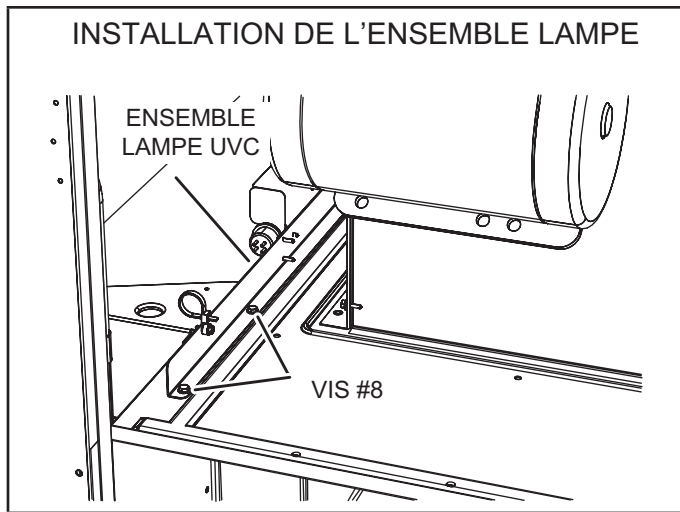

FIGURE 42
- 8 - Placer délicatement l'ensemble UVC sur le support du ventilateur. Aligner les trous de fixation de l'ensemble UVC sur les trous de fixation du support du ventilateur. Voir FIGURE 42. Utiliser les vis n° 10 fournies pour fixer l'ensemble UVC.